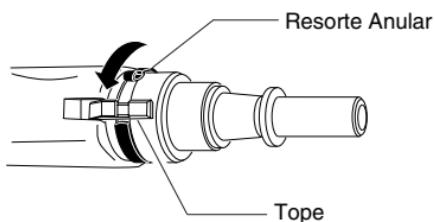

**Figura 24 - Inserción del conjunto cañón en el conjunto forro exterior**
4. Inserte con firmeza el cañón, con la ranura hacia abajo, en la parte interna del conjunto forro exterior (vea la figura 24).